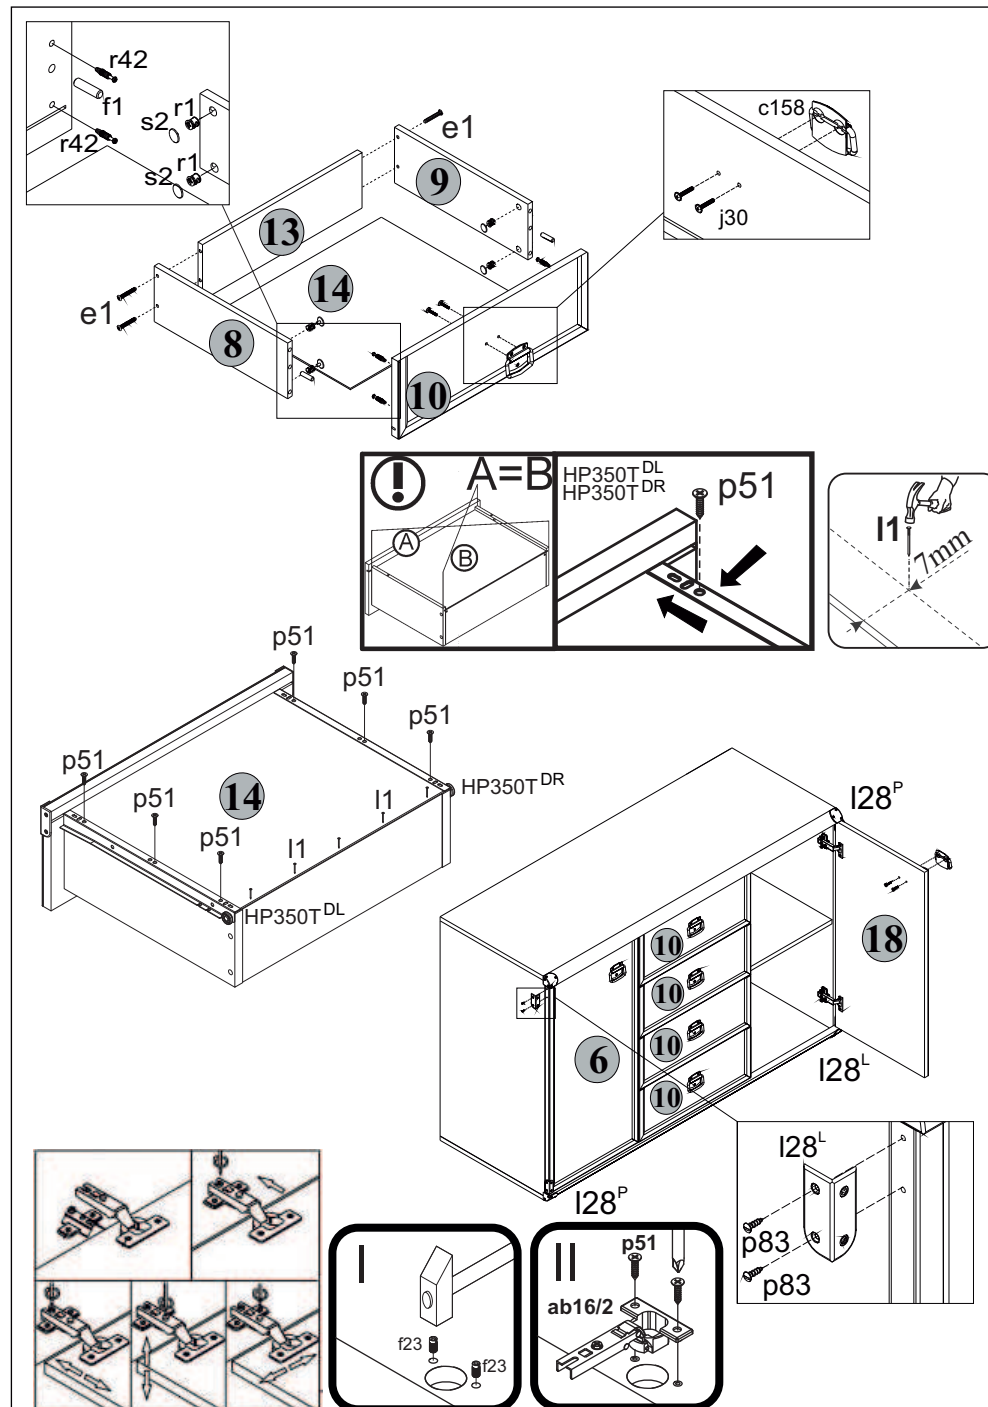

Рис. 3
- 5.25 Положить двери **6** и **18** фасадной поверхностью вниз на ровную поверхность. Закрепить на дверях шарнирные **ab16/2** при помощи шурупов **p51** и втулок **f23**, пользуясь крестообразной отверткой (**см. рис. 3**).
- 5.26 Навесить двери на корпус тумбы, совместив петли шарнирные **ab16/2** с направляющими петель **ab16/1** (**см.рис.3**). При необходимости отрегулировать положение дверей, вращая регулировочные винты (**см.рис. 3**).
5.16 В отверстия диаметром **8 мм** на передних кромках стенок боковых **8** и **9** корпусов выдвижных ящиков вбить деревянные шканты **f1** (**см.рис.3**).
5.17 В отверстия диаметром **15 мм** на внутренних поверхностях стенок боковых **8** и **9** корпусов выдвижных ящиков вставить стяжки эксцентриковые **r1** (**см.рис.3**).
5.18 В отверстия диаметром **5 мм** на внутренних поверхностях панелей передних **10** ящиков выдвижных с помощью крестообразной отвертки вкрутить винты стяжки **r42** (**см.рис.3**).
5.20 Соединить панель переднюю **10** с корпусом ящика выдвижного и затянуть стяжки эксцентриковые **r1**, пользуясь специальным ключом **z1**. Закрыть стяжки эксцентриковые заглушками **s2** (**см.рис.3**).